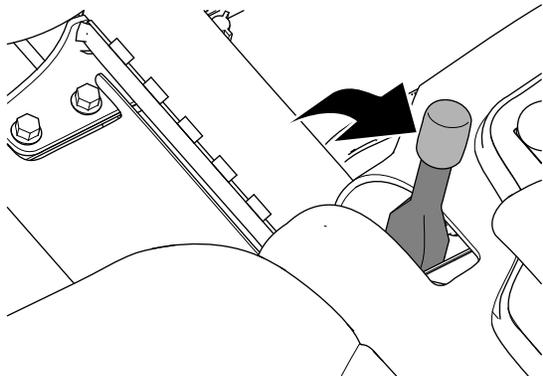

Figura 30
2. Engate o travão de estacionamento (Figura 30).